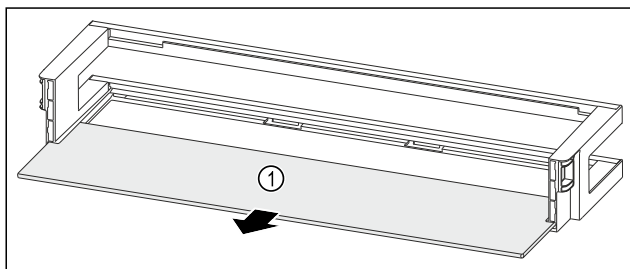

Fig. 90 Estantes en la contrapuerta con estante
- Retire el estante Fig. 90 (1).